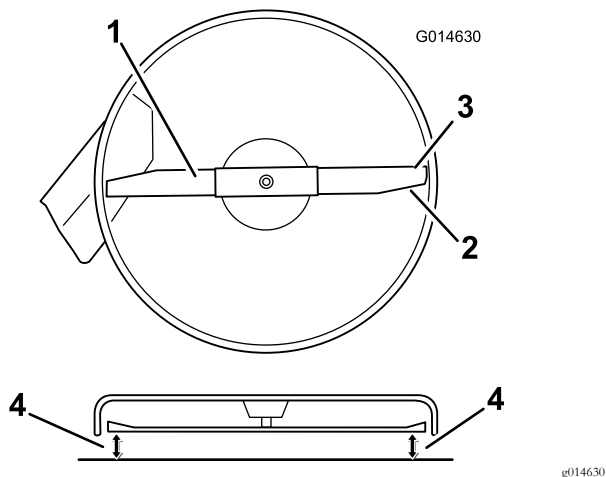
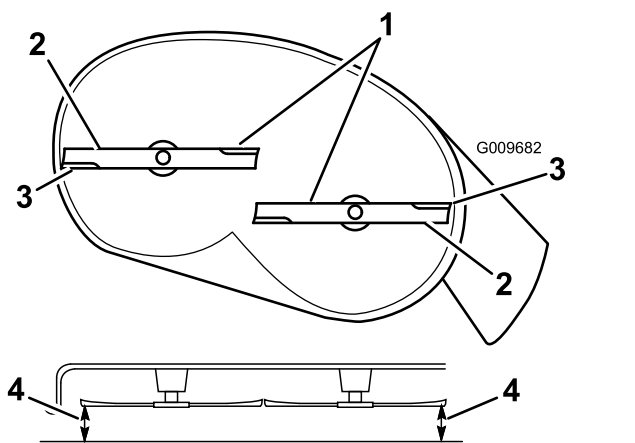

Figura 60
Figura 61
- Rode com cuidado a(s) lâmina(s) para que todas fiquem alinhadas (Figura 60 e Figura 61).
- Meça entre as extremidades de corte exteriores e a superfície plana (Figura 60 e Figura 61).